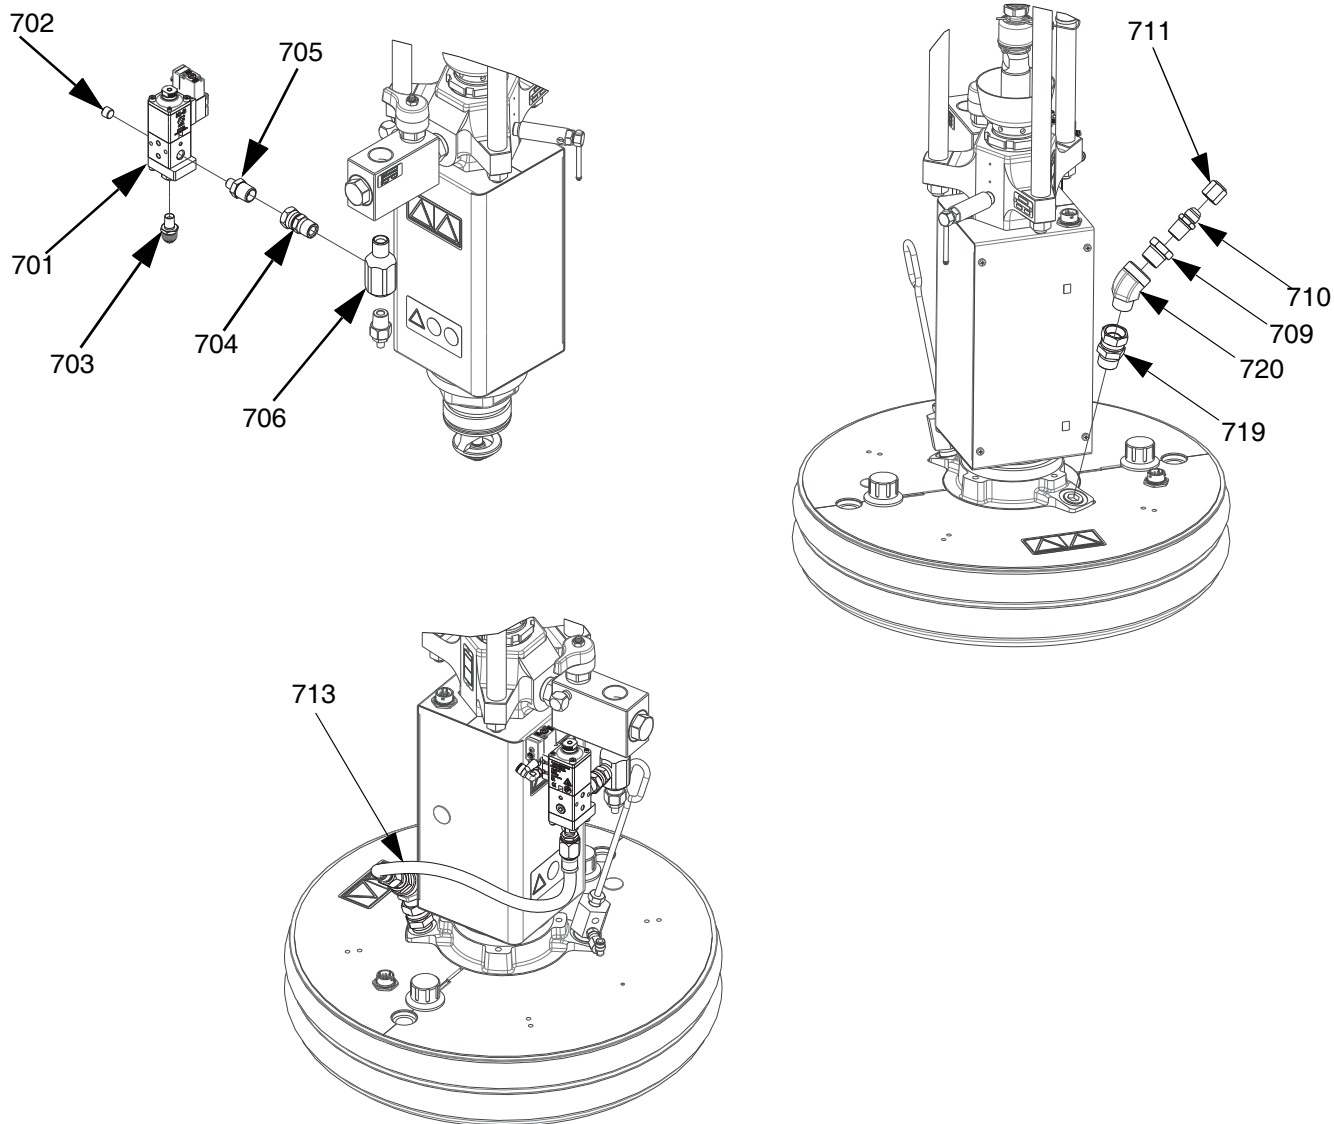

Fig. 55: Tryckplatteventilsats, uretan, 26B637
2. Koppla bort tryckgivaren från port 5 på drivenheten (AB).
3. Ta bort tryckgivarkopplingen (TF) och kopplingen som den sitter på från vätskebackventilen (AE).
4. Använd gängtejp och installera 1/2 NPT T-kopplingen (706) i vätskebackventilen (AE), sätt sedan tillbaka tryckgivarkopplingen (TF) på undersidan av 1/2 NPT T-kopplingen (706).
5. Använd gängtejp och installera 1/2 NPT-sviveln (705) i 1/2 NPT T-kopplingen (706). Se FIG. 55.
6. Installera plattventilen (701) på 1/2 NPT-svivelkopplingen (706) genom att använda 1/4 NPT x 1/2 NPT adaptern (704) och dra åt.
7. Installera cirkulationsslangen (713) på plattventilen (701) och dra åt.
8. Koppla in tryckgivaren på port 5 på drivenheten (AB).